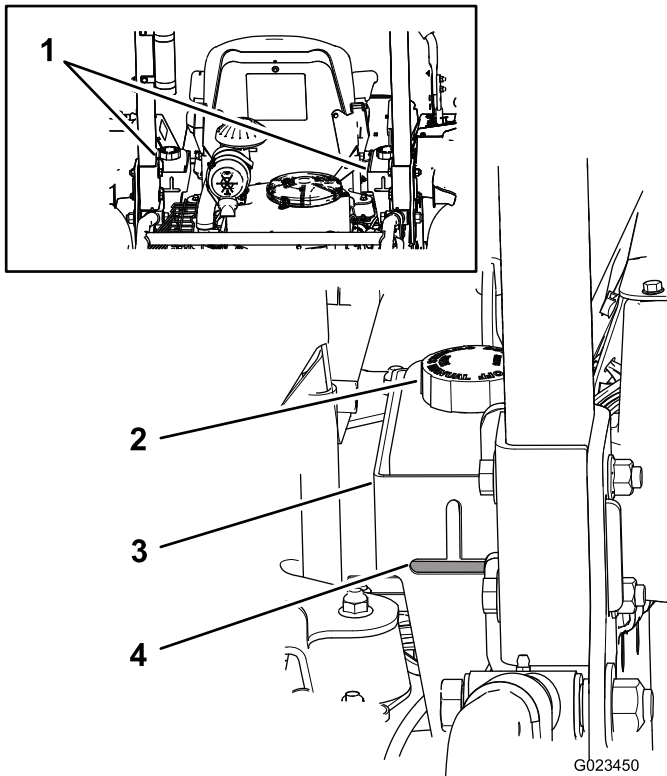

Figura 18
Los depósitos de la máquina se llenan en la fábrica con fluido hidráulico de alta calidad. El mejor momento para comprobar el fluido hidráulico es cuando el fluido está frío. La máquina debe estar configurada para el transporte. Si el nivel del fluido está por debajo de la parte superior de la zona horizontal de la mirilla, situada en la parte trasera de los depósitos hidráulicos (Figura 18), añada fluido hasta que llegue a un nivel aceptable. **No llene demasiado los depósitos.** Si el nivel del fluido está en la parte superior de la zona horizontal de la mirilla, no es necesario añadir más fluido. El fluido de recambio recomendado es:
Nota: El nivel de fluido debe llegar a la parte inferior de cada orificio, según se muestra en Figura 18.
- A. Limpie la zona alrededor de los tapones de los depósitos de fluido para evitar que entren residuos en el sistema (Figura 18).